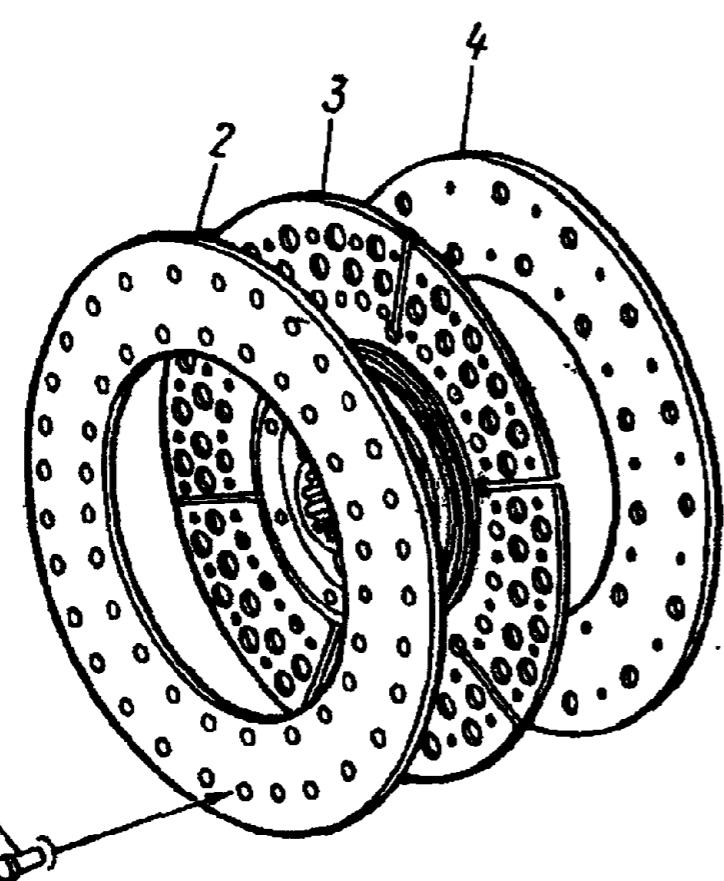

Рис. 124. Диск ведомый сцепления:
14. Установите ведомый диск в сборе на пресс, выпрессуйте заклепки 1 (рис. 124) крепления фрикционных накладок к диску сцепления и снимите фрикционные накладки 2 и 4 с ведомого диска	Пресс для клепки фрикционных накладок дисков, специальный пулансон, отвертка, слесарный верстак